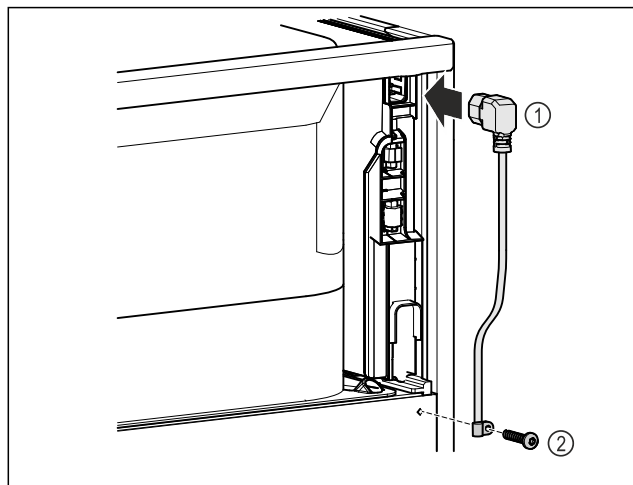

Fig. 9
- ▶ Вставте роз'єм «холодного підключення» кабелю підключення до мережі Fig. 9 (1) на задній стороні пристрою.
- ▶ Встановіть механізм для розвантаження кабелю від натягу. Fig. 9 (2)